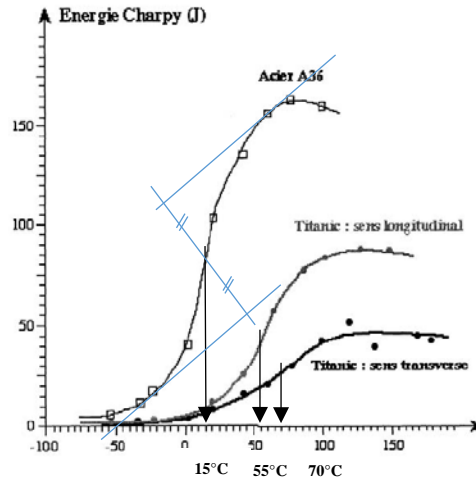

FIG. 2 - Courbes de résilience des deux aciers.
2.1.1 Déterminez les températures de transition ductile-fragile de l'acier moderne A36 et de la tôle prélevée sur le Titanic dans les deux directions (longitudinale et transverse) en précisant la méthode employée (FIG. 2).